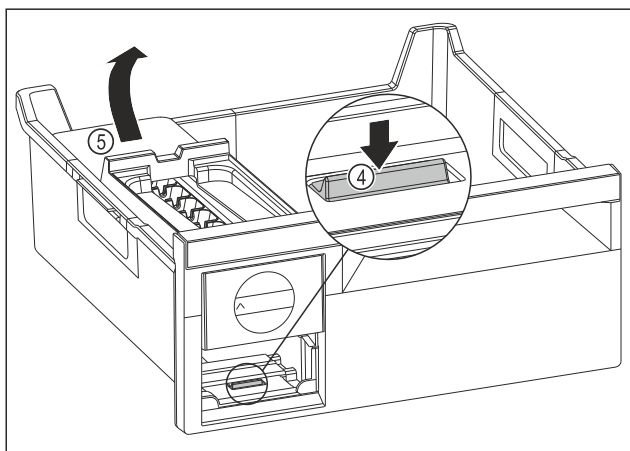

Fig. 171
- 取出 EasyTwist-Ice 机身：用手指朝下按压接片 Fig. 171 (4) 并同时从后面用另一只手提升 EasyTwist-Ice 机身 Fig. 171 (5)。